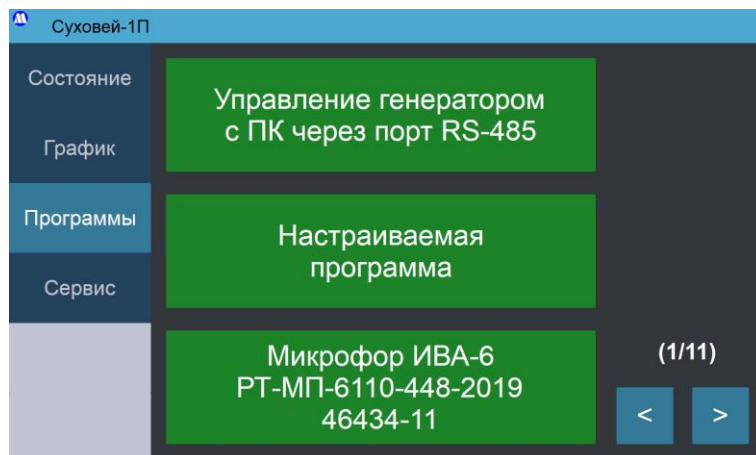

Рисунок 11 – Экран «Программы».
7.2.9. При повторном нажатии на кнопку «Установка» будет показан экран «Программы» (Рисунок 11). Он позволяет производить установку точек в соответствии с указанными на кнопках методиками поверки.